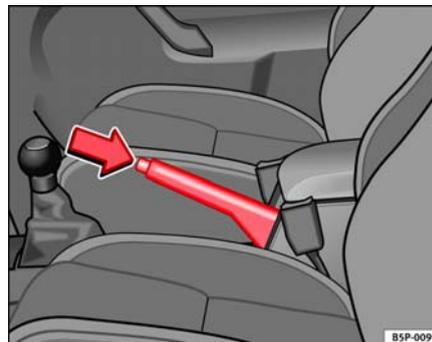

Fig. 139 Freno de mano entre los asientos delanteros
- Tire con fuerza de la palanca del freno de mano hacia arriba ⇒ fig. 139.
- Tire ligeramente de la palanca hacia arriba, presione el botón de desbloqueo en la dirección de la flecha ⇒ fig. 139 y baje completamente la palanca. ⇒ ⚠.